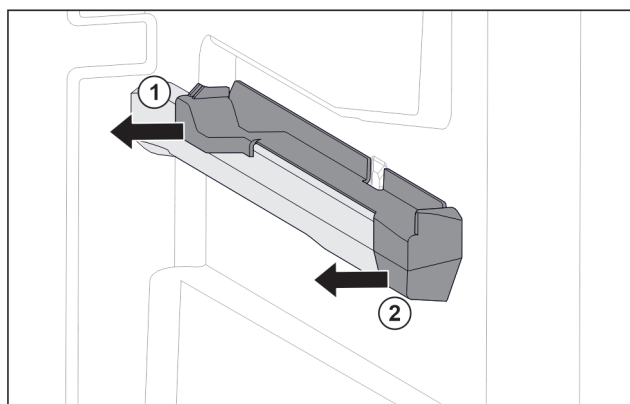

Fig. 50 Tillsats på den högra behållarens galler
- Dra bort tillsats i bak i sidled. Fig. 50 (1)
- Dra bort tillsats i fram i sidled. Fig. 50 (2)